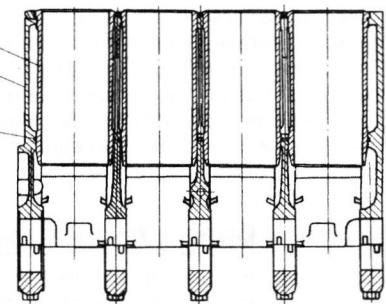

Рис. 3.11. Установка гильз цилиндров: 1 – уплотнительное кольцо; 2 – блок цилиндров; 3 – гильза цилиндров
3. Обуть блок сжатым воздухом, установить гильзы 3 (рис. 3.11) в блок 2 без уплотнительных колец и проверить легкость проворачивания их в посадочных поясках. Гильза должна легко проворачиваться в блоке.